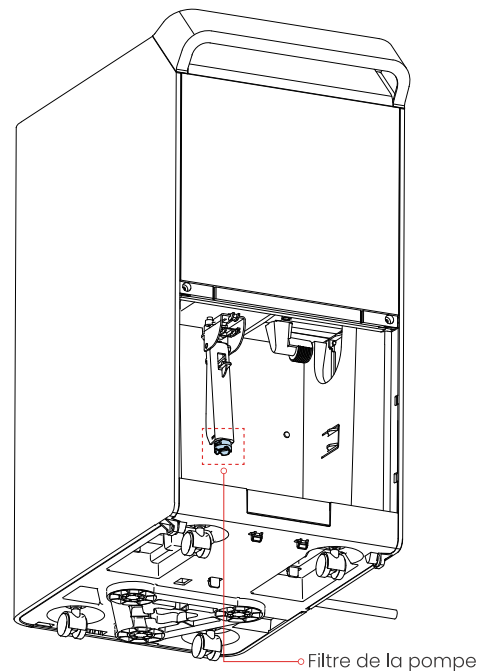

Figure 7.0
- Retirez le réservoir de l'appareil, démontez la pompe et nettoyez le filtre de la pompe (voir Figure 7.0).